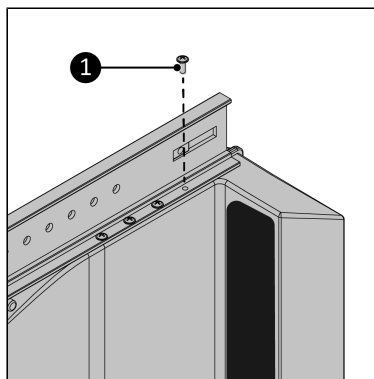

Figura 96.
5. Înșurubați șina principală la ieșire folosind cele opt șuruburi de 3,5 x 12 mm (Figura 96, nt. 1). Asigurați-vă că toate găurile șuruburilor se potrivesc.